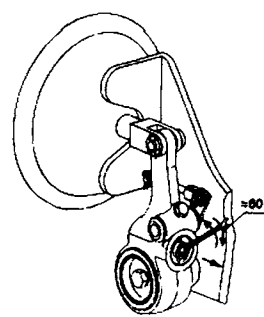

Рис. 6-18.
6. Отпустить фиксатор. Если он остался утопленным, поверните его влево - вправо в пределах 30° до возврата в исходное положение под действием пружины (рис. 6-18.).